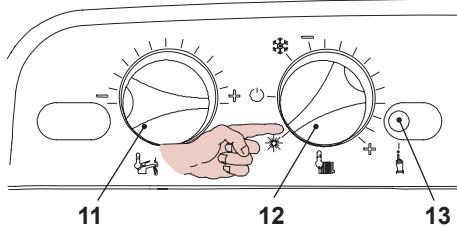

Рисунок 9.14
- Установите регуляторы панели управления так, как показано на рисунке, см. Рисунок 9.14.
- Чтобы получить доступ к функции «трубо-чист», войдите в режим программирования, нажав и удерживая в течение 15 секунд кнопку сброса 13, см. Рисунок 9.14, до появления параметра **P01** на ЖК-дисплее. На ЖК-дисплее последовательно отобразятся следующие символы (параметр **P01** будет загораться поочередно с ---).
- Нажмите кнопку сброса 13, см. Рисунок 9.14, и пролистайте параметры, пока не дойдете до параметра **P09**, предназначенного для настройки функции